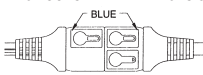

FIGURE 2
- Connect the POWER CORD LINK with the **BLUE** thermometer symbols aligned as shown in figure 2.
- Connectez les sections de LIAISON DU CORDON D'ALIMENTATION afin d'aligner les pictogrammes **BLEUS** du thermomètre tel qu'illustré à la figure 2.